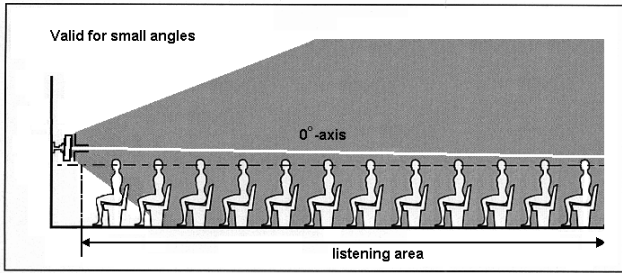

Figura 1: vista lateral de la irradiación de la columna montada en la pared con un ángulo pequeño
1. Determine las dimensiones del 'área de escucha' deseada (plano horizontal al nivel de los oídos del oyente; consulte la línea discontinua de la figura 1).
Si desea una gran área de audición, se recomienda un ángulo de unos 3° (consulte la figura 1). Observe que al alejarse de la columna, el nivel de presión acústica disminuirá en función de la reverberación de la sala. Para escuchar con claridad los tonos agudos, es necesario que el oyente pueda ver la columna desde su posición.
3. Consulte el diagrama 1 y continúe hacia arriba desde la distancia máxima en el eje horizontal. Desplácese horizontalmente hasta el eje vertical desde la intersección vertical con la línea B diagonal. El valor X (altura del soporte de montaje de la columna por encima del plano de audición, 'X' en la figura 1) aparece sobre este eje. Las intersecciones horizontales con otras líneas diagonales proporcionan información acerca de las dimensiones del área de audición. Estos números están relacionados con las figuras 2 y 3 (consulte también el ejemplo que aparece más abajo).